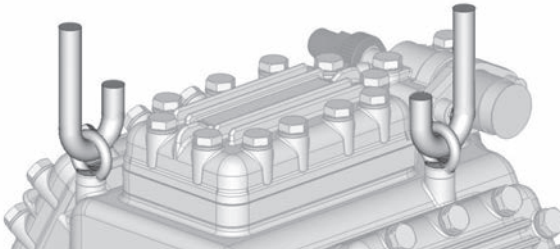

Fig. 4
- Transport et suspension possibles sur l'anneau de levage (Fig. 4).